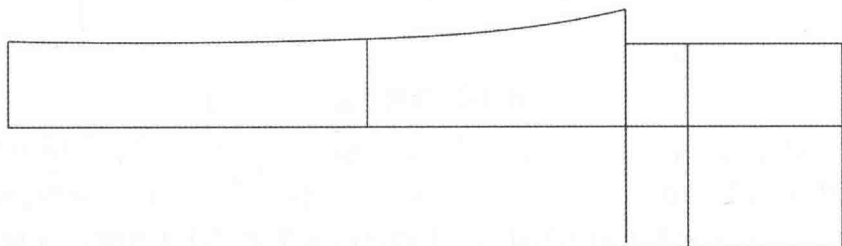

图 7-11 画内侧缝线
(10) 选择  【智能笔】工具将裤口端点经膝围线端点与横裆端点相连为内侧缝线，并用  【调整】工具将内侧缝线调顺畅（图 7-11）。